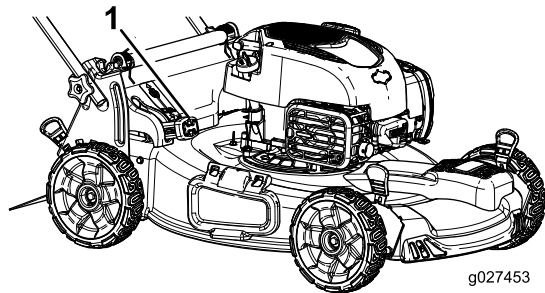

Figure 18
- **Pour ramasser les déchets d'herbe et de feuilles**, appuyez sur le bouton du levier de ramassage sur demande et déplacez le levier en avant jusqu'à ce que le bouton ressorte (Figure 18).